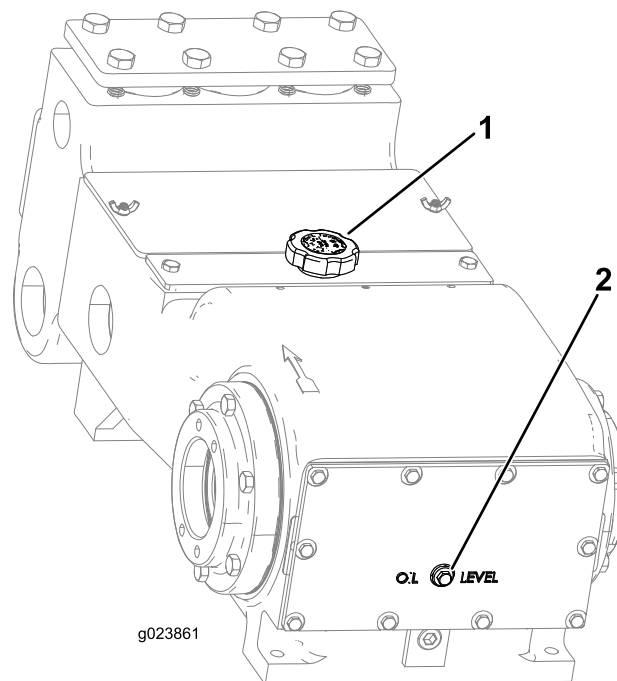

Bild 121
2. Entfernen Sie die Füllschraube am Kurbelgehäuse (Bild 121).
3. Stellen Sie sicher, dass sich das Öl an der Ölstandmarkierung befindet, wie in Bild 121 abgebildet.
8. Entfernen Sie den Ölfülldeckel (Bild 122) und füllen Sie ca. 1,8 l Öl ein bzw. bis der Ölstand an der Ölstandpumpe liegt, wie in Bild 121 abgebildet.